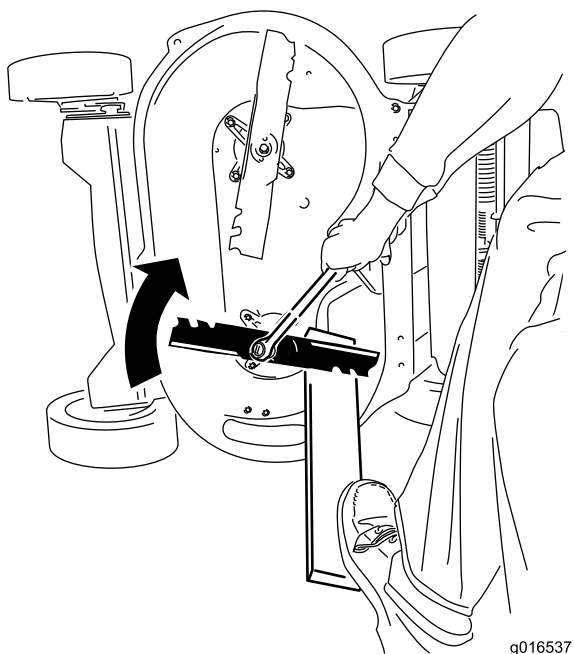

Figura 46
2. Apoye cada cuchilla en un trozo de madera, y gire el perno de la cuchilla en el sentido de las agujas del reloj con una llave dinamométrica, según se muestra en Figura 46; apriete el perno de la cuchilla a 60 pies-libra (82 Nm).